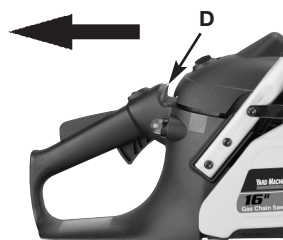

Fig. 5
5. Tirez sur l'étrangleur (D) jusqu'à ce qu'il s'enclenche. (Fig. 5)